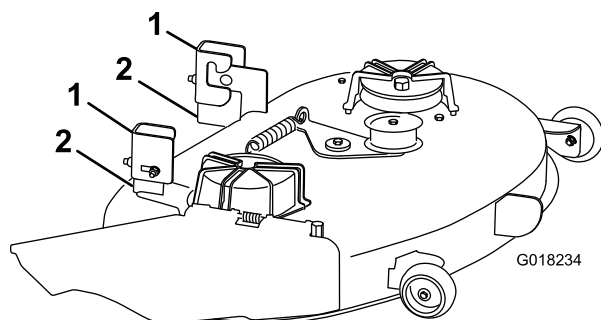

Bild 1
3. Entfernen Sie die vorhandenen Hängeprofile von den Mähwerkhalterungen (Bild 1).